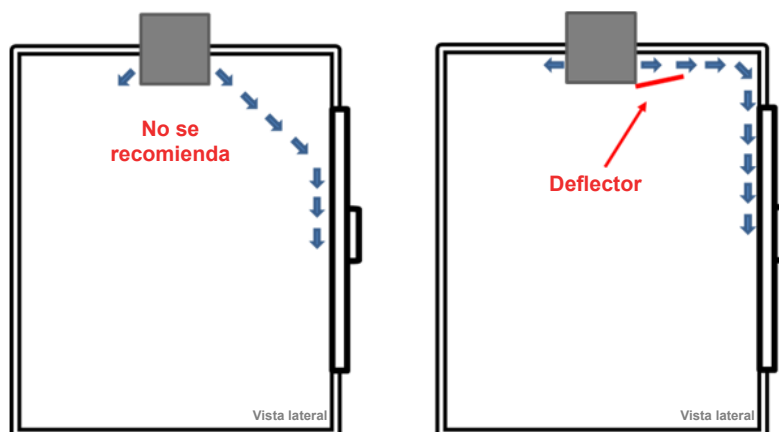

Figura 3 – Vista lateral del flujo de aire - lado frío - Deflector recomendado para puertas de exhibición
- Si hay puertas de exhibición, se recomienda que la descarga de aire sopla por encima y no directamente hacia las puertas. Se recomienda utilizar un deflector (no suministrado) para dirigir el aire por encima de la puerta. Consulte la Figura 3.